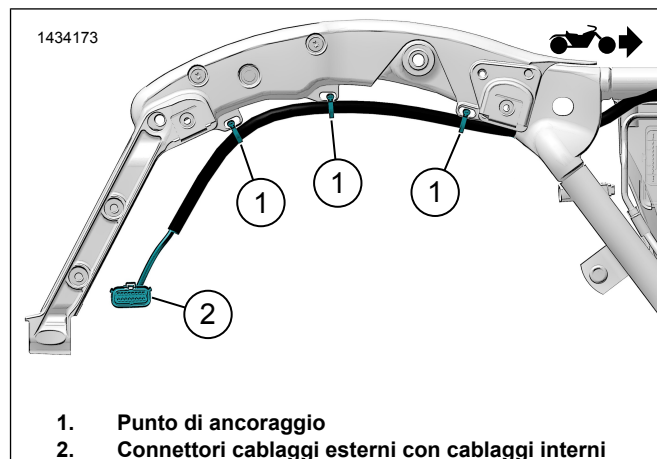
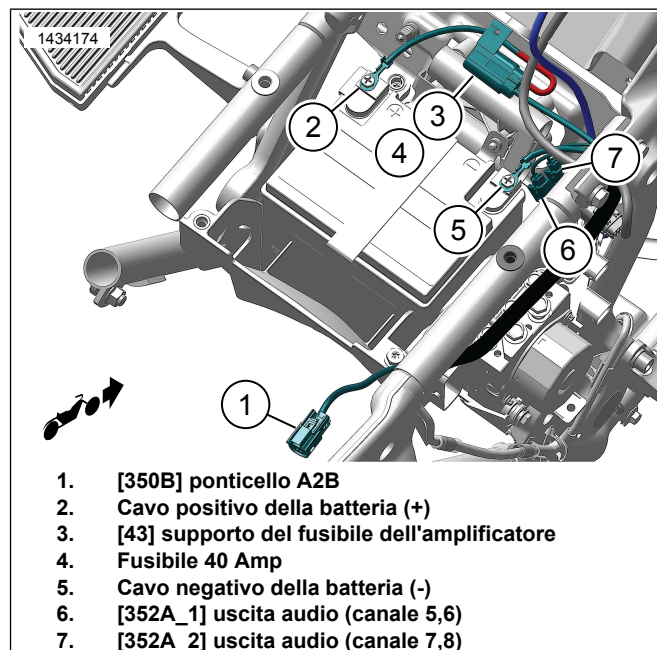

Figura 17. Disposizione cablaggio esterno (tipica)
Figura 18. Disposizione cablaggio esterno (tipica)
- a. Figura 17 Utilizzando le fascette fermacavi, installare il cablaggio ai punti di ancoraggio senza serrarli (1). Non stringere le fascette.
- c. Figura 18 Disporre il cablaggio rimanente nell'area della scatola della batteria.
- d. Collegare il cavo negativo della batteria (2).
- e. Collegare il filo positivo della batteria (4).
- f. Installare il fusibile (4) nel portafusibili (3).
- g. Fissare saldamente il portafusibili (3) con una fascetta fermacavi.
- h. Disporre i connettori (1) verso l'area del coperchio di sinistra e i connettori (5, 6) verso il coperchio di destra.
2. Figura 17 Collegare il cablaggio esterno della borsa al cablaggio interno (2) alla borsa.
3. Figura 18 Collegare il [350B] (1) del cablaggio dell'amplificatore secondario al [350A] del cablaggio dell'amplificatore primario.
- a. **2022 FLTRKSE:** Collegare il [350B] (1) del cablaggio dell'amplificatore secondario al connettore a 2 vie.